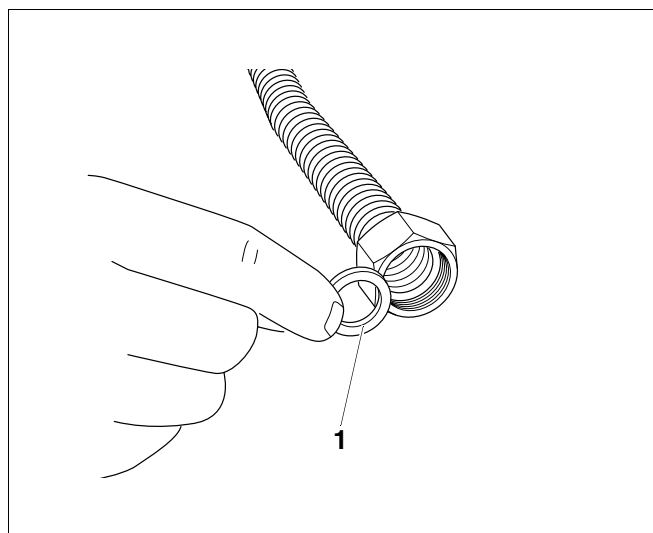

Fig. 4 Montage
- Mettez le joint plat en place (fig. 4, **pos. 1**).